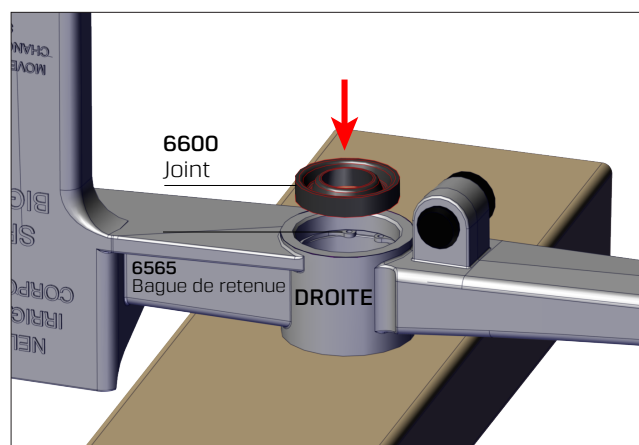

Fig. 14.
- C. Retirez l'outil 13908, retournez le bras d'entraînement et enfoncez le joint n° 6600 dans le moyeu DROIT du bras d'entraînement de la même manière qu'à l'étape 2-B (voir Fig. 14) jusqu'à ce que le joint affleure la face du moyeu ou arrive en butée sur la bague de retenue.